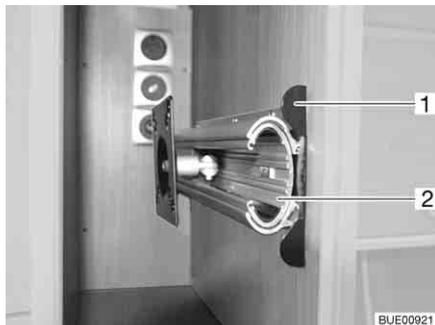

Fig. 50 Soporte en el armario de TV
- Hundir el listón de desbloqueo (Fig. 50,1).
- Extraer el dispositivo de extracción (Fig. 50,2) hasta el tope.
- Introducir el dispositivo de extracción (Fig. 50,2) hasta que engatille el listón de desbloqueo (Fig. 50,1).